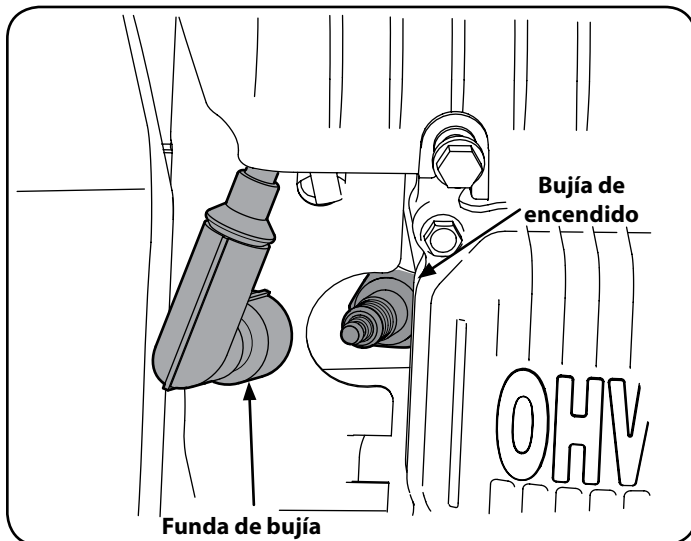

Figura 30
1. Retire la funda de bujía y utilice una llave para bujías para extraer la bujía. Vea la Figura 30.